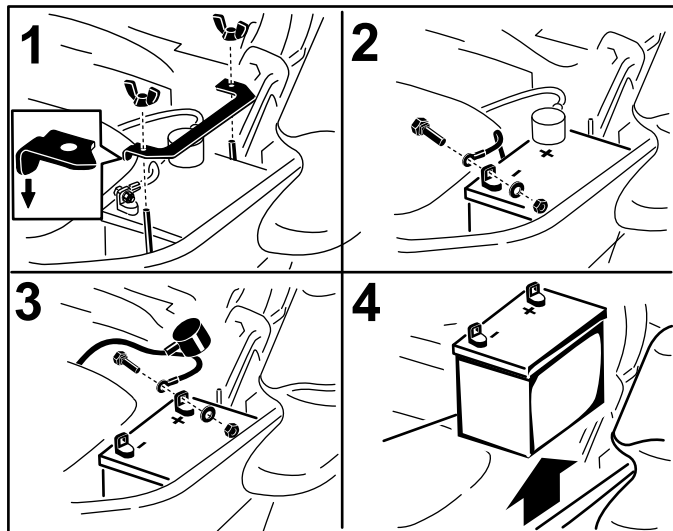

Figura 59
3. Primero desconecte el cable negativo (negro) del borne negativo (Figura 59-) (negro) de la batería (-).
4. Retire la cubierta de goma roja del borne positivo (rojo) de la batería y retire el cable positivo (+) (rojo) (Figura 59).
5. Retire la tuerca de orejeta que sujeta la abrazadera de la batería (Figura 59).
6. Retire la abrazadera (Figura 59).
1. Coloque la batería en la bandeja, con los bornes frente al depósito de aceite hidráulico (Figura 59).
4. Fije los cables con 2 pernos, 2 arandelas, y 2 contratuercas (Figura 59).
6. Instale la abrazadera y sujétela con la tuerca de orejeta (Figura 59).